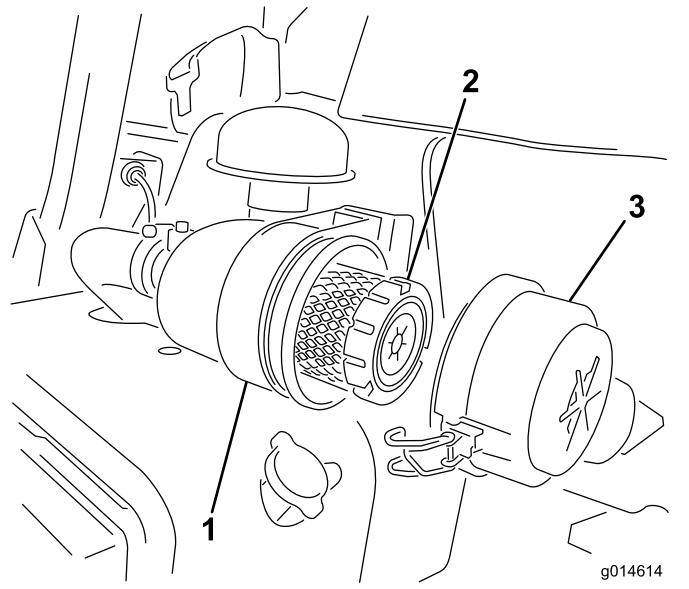

图25
1. 松开将空气滤清器盖固定到空气滤清器壳体上的搭扣图25。
- 固定搭扣 (图25)。